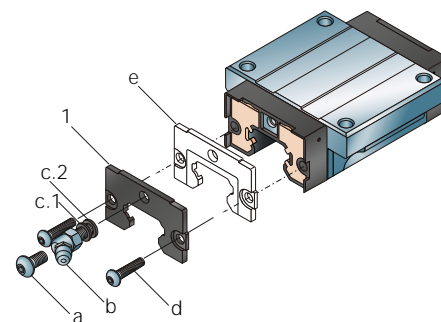

Abb. 29
1. Entfernen Sie den Schmiernippel (b) und die Unterlegscheibe (c.1 und c.2), oder die Stellschraube (a) (↳ **Abb. 29**)
3. Die vordere Dichtung (e) entfernen und durch die Reibungsarme Deckscheibe (1) ersetzen